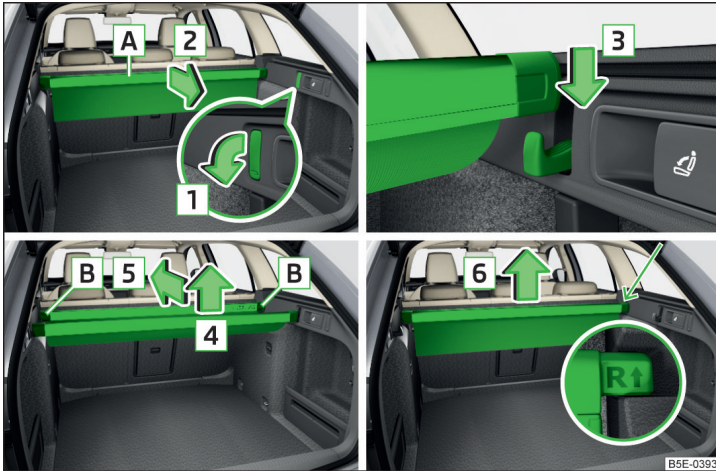

Abb. 139 Multifunktionstasche: herausziehen / einsetzen / einschieben / herausnehmen
- › Die vorderen Haken an beiden Gepäckraumseiten in Pfeilrichtung **1** nach unten klappen » Abb. 139.
- › Die hintere Leiste von den Haken in Pfeilrichtung **4** abnehmen und die Tasche in Pfeilrichtung **5** einschieben » Abb. 139.
- › Die Tasche aus den Aufnahmen in Pfeilrichtung **6** herausnehmen » Abb. 139.